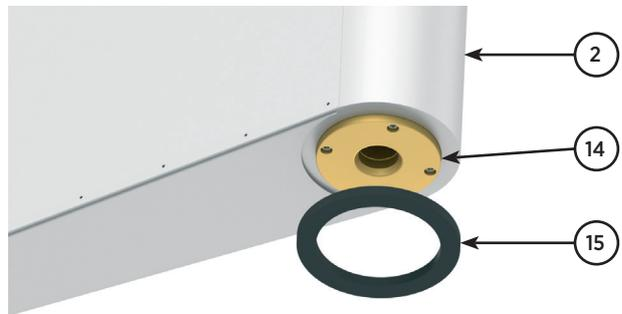

Fig. 13
8. Retirar la arandela de junta inferior y limpiar su alojamiento (fig. 13).